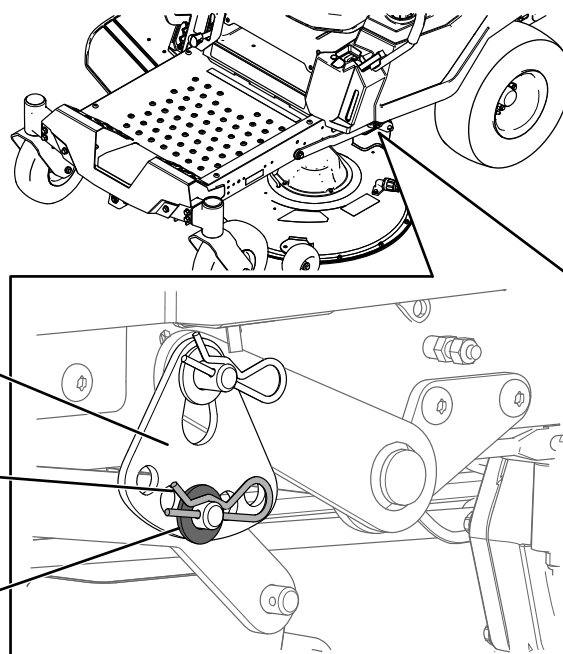

Figura 67
6. Retire la chaveta y la arandela del pasador del brazo de elevación inferior (Figura 67).